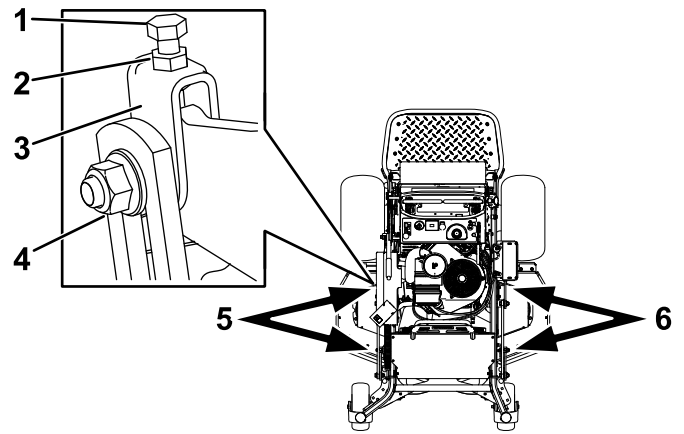

図 95
1. 調整したいデッキのヨークのサイドナットとジャムナットをゆるめる **図 95**。
2. ヨーク上部にあるボルトを回して刈り込みデッキの高さを調整する **図 95**。